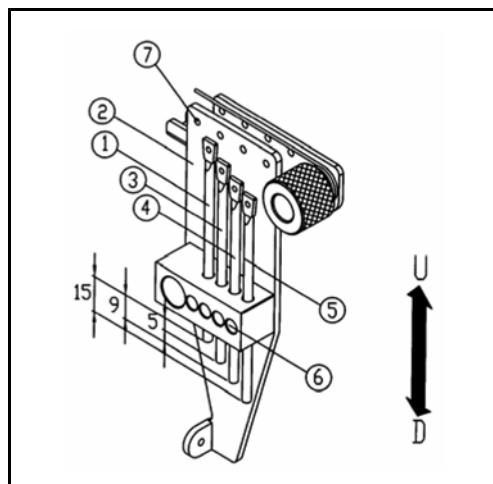

Рис. 25
- (1) Настройте высоту подъема глазков правого нитепритягивателя игольной нити ①, чтобы совместить их с глазками ⑦ держателя нитепритягивателя игольной нити ②. (Рис. 25)
- (2) Установите глазок ③ на 5 мм ниже глазка ①.
- (3) Установите глазок ④ на 9 мм ниже глазка ①.
- (4) Установите глазок ⑤ на 15 мм ниже глазка ①.